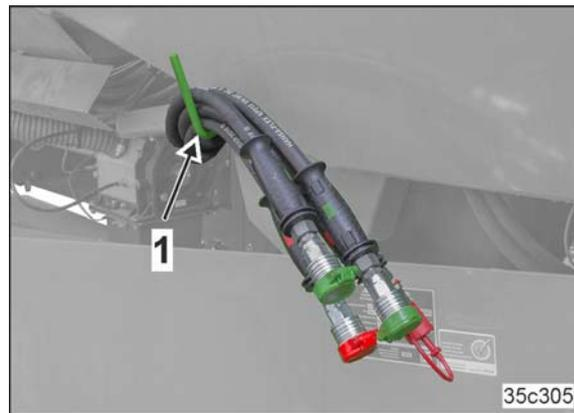

Fig. 117
1. Kuppeln Sie die zusätzlichen Hydraulikschlauch-Leitungen mit der Zapfwellenhydraulikpumpe (Fig. 117/1).
- Schlauchgarderobe (Fig. 117/1)